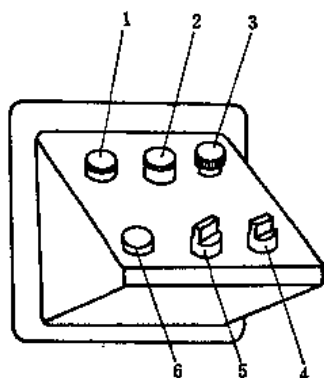

图2-10 电器按钮
如图2-10所示, 按钮2为砂轮起动按钮, 按钮3为砂轮停止按钮。操纵时先用右手两手指交替按动按钮, 使砂轮点动, 然后逐步进入高速旋转。操作时, 人不要站在砂轮正前方。
- 2) 按液压泵起动按钮6 (图2-10), 起动液压泵。